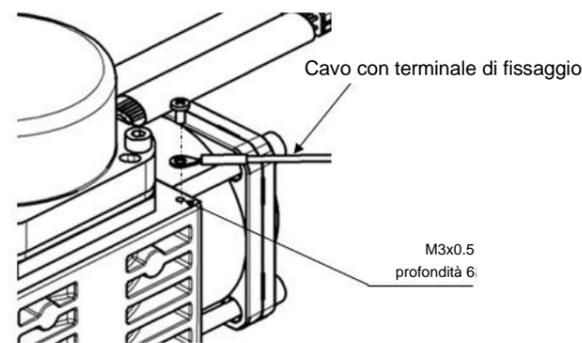

Figura 2
- Collegare il cavo di messa a terra al compressore per proteggere il motore brushless dai disturbi elettrici. Utilizzare viti M3 x 0.5. Vedi Figura 2.